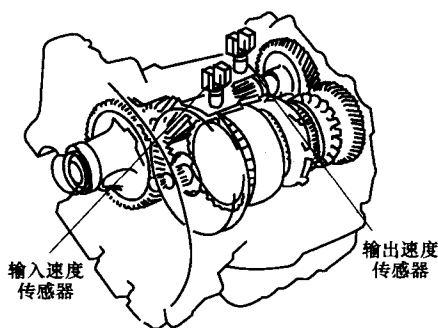

图 2-2 输入和输出传感器
(1) 自动变速器油温传感器。自动变速器油温传感器将油温转换为电阻值，输入发动机 ECU 和 ECT ECU。
(2) 输入和输出传感器。输入和输出传感器安装在壳体的侧面（如图 2-2 所示），旋转传感器为电磁式，利用霍尔元件准确地检测转速。输入传感器检测前离合器鼓的转速（中间转子齿数为 30），输出传感器检测输出轴的转速（传感器转子齿数为 15）。
(3) 换挡电磁阀。从 1 挡到超速挡的操作是通过控制换挡电磁阀 SL1、SL2、SL3、SL、DSL 和 SR 的接通和断开来完成的，换挡电磁阀由 ECT ECU 控制。若换挡电磁阀中的 1 个电路发生开路或短路，ECT ECU